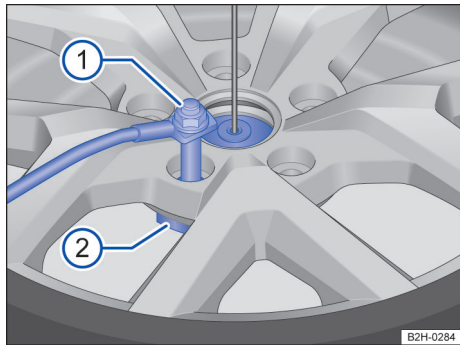

Fig. 190 Roda sobressalente ou roda de emergência: soltar o parafuso de segurança.
Legenda para Fig. 190:
- Girar a chave de segurança com a chave da roda no sentido anti-horário e remover para fora do suporte do aro → Fig. 190.
- Girar e remover o parafuso de segurança para fora do suporte do aro → Fig. 190.
- Girar o parafuso de segurança → Fig. 190  no sentido horário no suporte do aro.